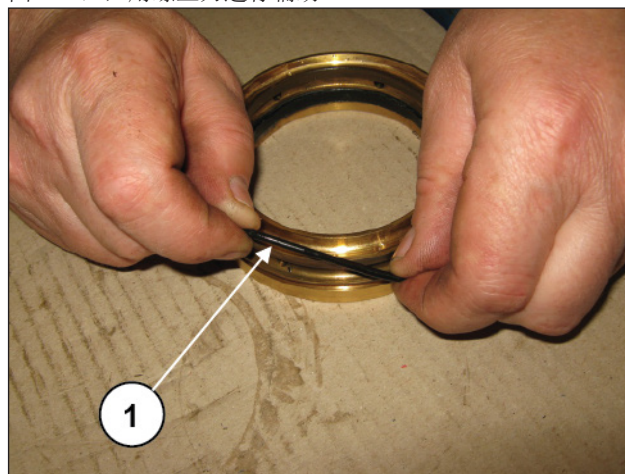
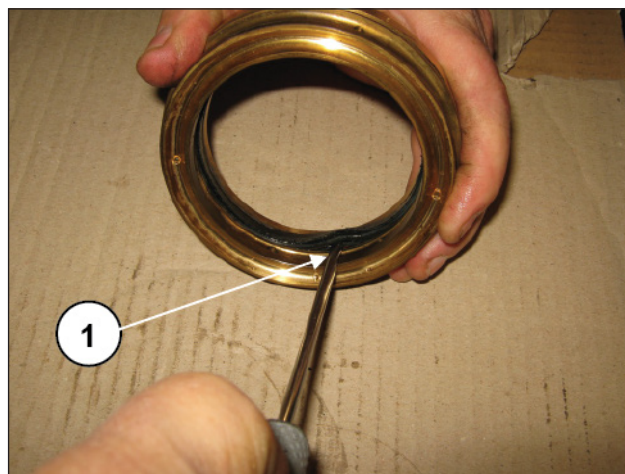

图 214
图 215
拆下O形圈(位置①, 图 214)、低压密封圈(位置②, 图 215), 用螺丝刀进行辅助。